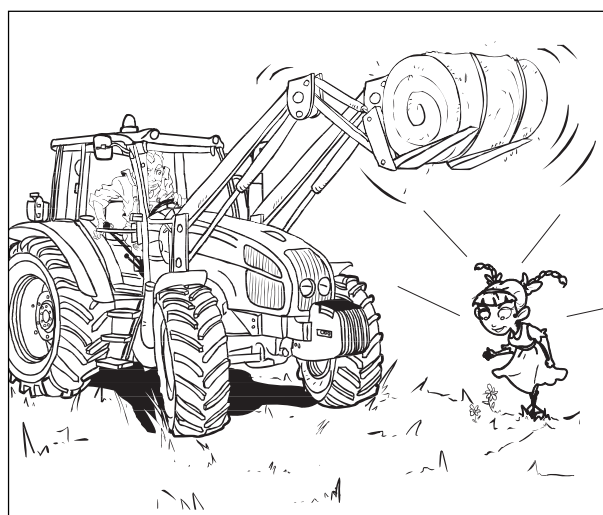

Fig. 2-17
**ADVARSEL:** Hold IKKE lasten hævet over en person (fig. 2-17).
- Sørg for, at alle personer opholder sig på passende afstand i forhold til manøvreområdet. Lad ikke nogen personer opholde sig eller passere under et løftet redskab (fig. 2-17).